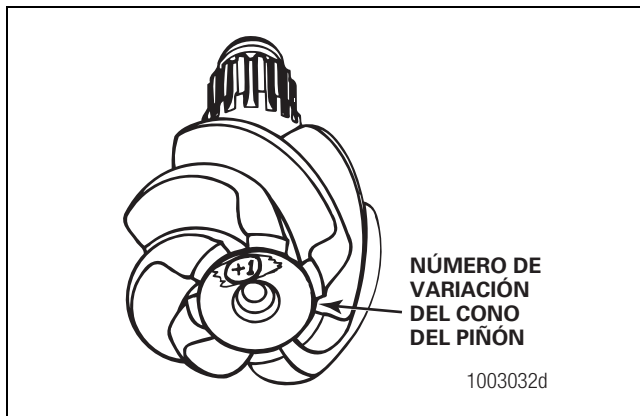

Figura 5.3
2. Fíjese en el número de variación del cono del piñón (PC) de mando que está por cambiar. Anote y registre el número. Figura 5.3. El número del piñón del cono puede ser uno de los siguientes valores.